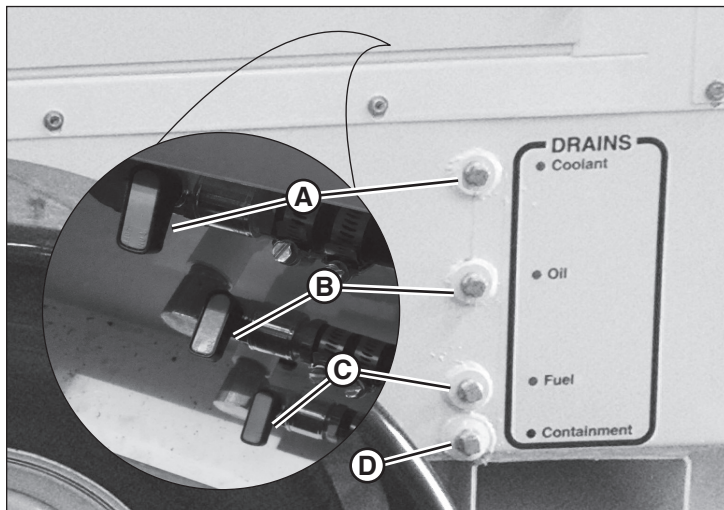

Figura 28
La estación de drenaje de líquido (Figura 28) está equipada con drenajes cómodos para todos los líquidos esenciales del remolque del calentador. Cada drenaje tiene una válvula de control independiente y se identifica con un color:
También hay un drenaje para la bandeja de contención de líquido (D, Figura 28) incorporada en la parte inferior del remolque del calentador para atrapar el exceso de líquido que se haya derramado o fugado. Esta bandeja también tiene dos drenajes auxiliares grandes en la parte posterior del remolque, uno en cada lado. Consulte Características y controles.
*NOTA: El drenaje de contención de líquido (D, Figura 28) no está equipado con una válvula de control y comenzará a vaciarse tan pronto como se retire el tapón. Elevar levemente*